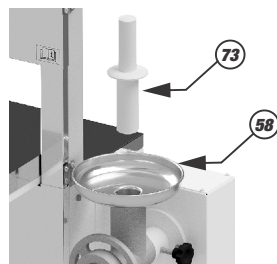

Figura 15
- Após a montagem ligue o botão liga/desliga (19) e moa a quantidade de alimento desejada. Utilize o soquete (73) para empurrar os alimentos pelo bocal do prato (58) conforme *figura 15*.